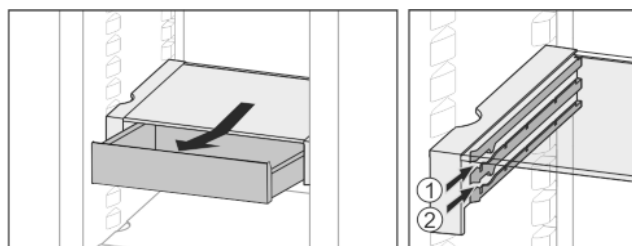

Fig. 21
- Вкарайте го на височина по избор Fig. 21 (1) или Fig. 21 (2).